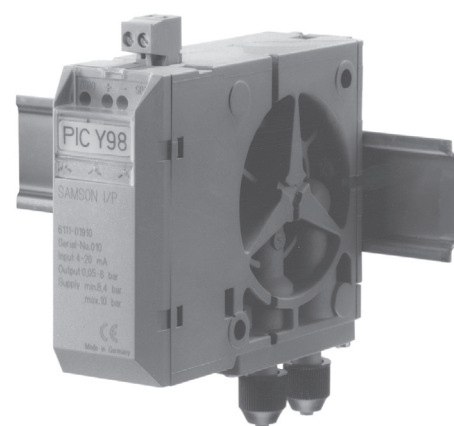

Bild 1 · Typ 6111 als Tragschienenengerät
- **Typ 6111 als Tragschienenengerät** (Bild 1) · Montage an einer Hutschiene